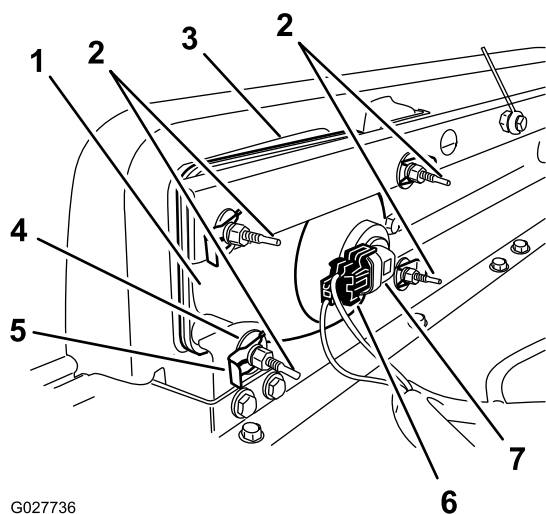

Figura 41
3. Desconecte el conector eléctrico del arnés de cables del conector del conjunto de la lámpara (Figura 41).
4. Retire los conectores rápidos y las arandelas que sujetan el faro al soporte del faro (Figura 41).
5. Retire el faro desplazándolo hacia adelante y pasándolo por el hueco del parachoques delantero (Figura 41).
6. Introduzca el faro nuevo a través del hueco del parachoques (Figura 41).
8. Conecte el conector eléctrico del arnés de cables al conector del conjunto de la lámpara (Figura 41).
2. En la parte trasera del faro, gire los tornillos de ajuste (Figura 41) para pivotar el conjunto y ajustar de la posición del haz de luz.